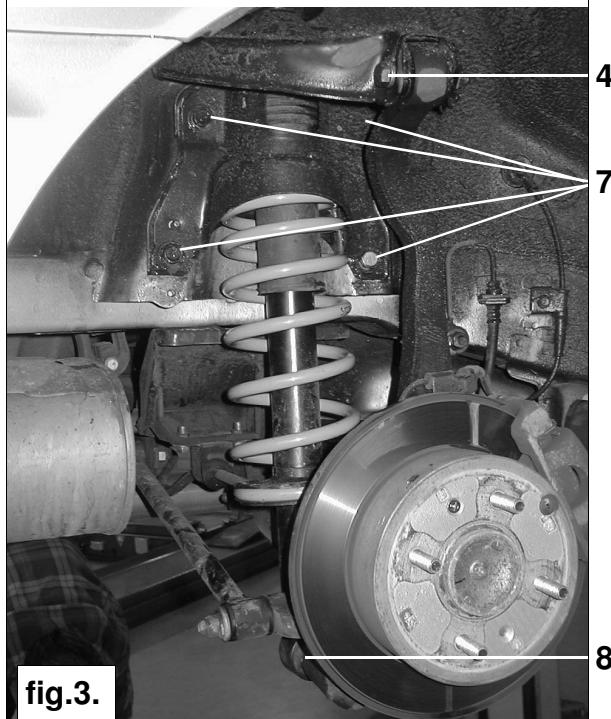

fig.3.
- Veerpoot uitbouwen. Zie fig. 3.
- Veerpoot inbouwen. Zie fig. 3.
- Dismantle strut. See fig. 3.
- Fit the strut. See fig. 3.
- Federbein ausbauen. Siehe Bild 3.
- Federbein einbauen. Siehe Bild 3.
- Démonter la jambe de suspension. Voir fig. 3.
- Monter la jambe de suspension sous la voiture. Voir fig. 3.
- Ta bort bakre stötdämparbenet. Se fig. 3.
- Sätt tillbaka stötdämparbenet på bilen. Se fig. 3.
- Desmontar el soporte de suspencion. Véase la Fig. 3.
- Montar el soporte de suspencion. Véase la Fig. 3.